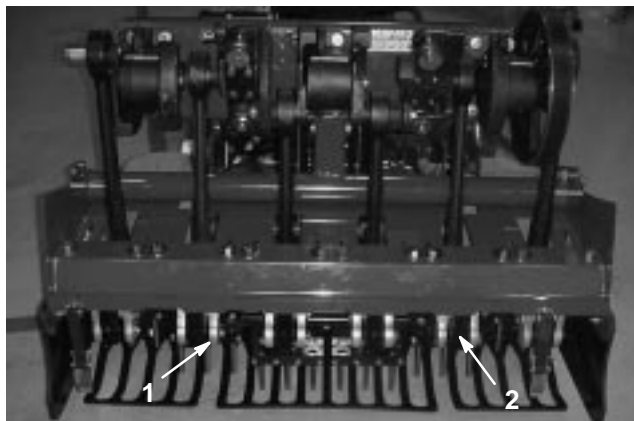

Bild 25
5. Setzen Sie Stacheln in den zweiten und fünften Stachelhalter ein (Bild 25). Ziehen Sie die Kopfschrauben fest.